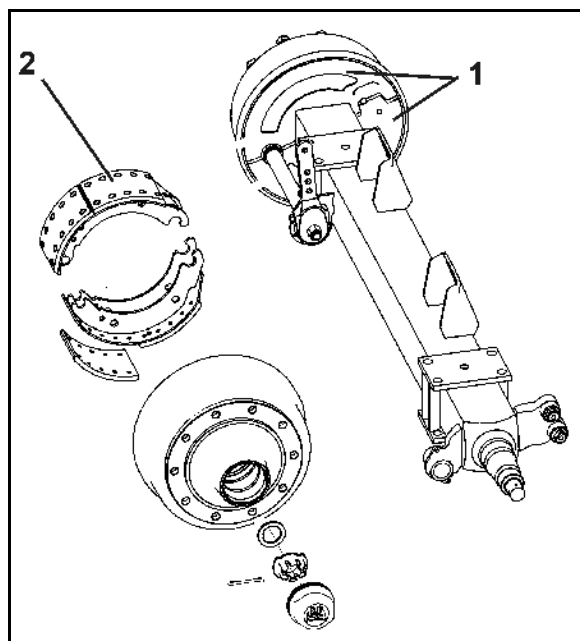

Fig. 143
1. Desaparafusar ambas as chapas de cobertura (Fig. 143/1) no lado interior do tambor do travão.
A sujidade infiltrada poderá depositar-se nas pastilhas dos travões (Fig. 143/2), agravando consideravelmente a eficácia de travagem.